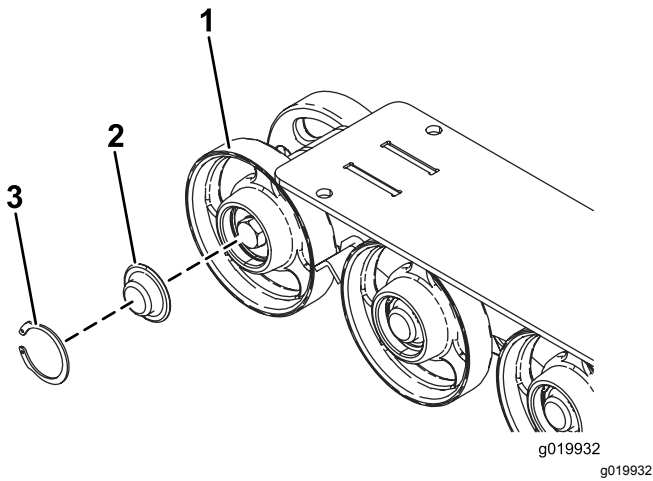

Bild 51
5. Nehmen Sie den Sprengring und die Kappe vom Straßenrad ab (Bild 51).
6. Prüfen Sie das Schmiermittel unter der Kappe und um die Dichtung (**Bild 51**). Wenn es schmutzig, körnig oder verbraucht ist, entfernen Sie das gesamte Schmiermittel, wechseln Sie die Dichtung aus und fügen Sie neues Schmiermittel hinzu.
8. Setzen Sie die eingefettete Straßenradkappe auf den Schraubenkopf (**Bild 51**).
9. Befestigen Sie die Straßenradkappe mit dem Sprengring (**Bild 51**).